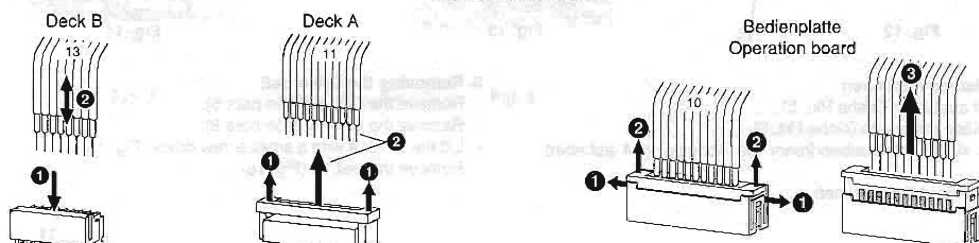

Fig. 2
- Steckverbindungen (Fig. 2) zur Hauptplatte lösen.
- Unplug the connectors (Fig. 2) to the main board.